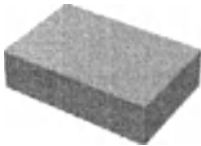

Рисунок 16. Диалоговое окно «Delete all» (Удалить все).
4. Нажмите **Delete All** («Удалить все»), чтобы удалить все элементы для одной общей принадлежности (рисунок 16). Нажмите **Yes** («Да»), чтобы продолжить.